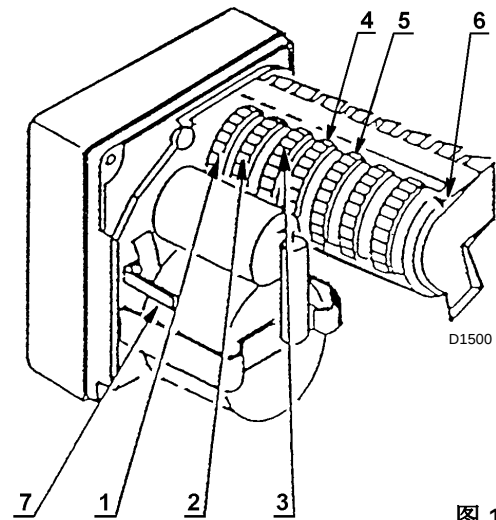

图 17
- 2 检查确认燃油调节杆的燃油凸轮的偏心率最大可达约 8 mm。通常, 偏心率为 8 mm 的调节杆可达到调节燃烧器最大或最小出力时所需的压力范围。要实现这一操作, 使用杠杆 7)(图 17) 释放伺服马达, 手动旋转凸轮, 这样, 调节杆的调节范围不会过度或不足。操作完成后, 注意重新连接伺服马达。